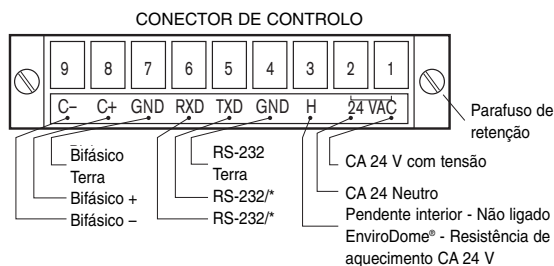

Figura 1
4.3.7. Ligue o conector de 9 pinos, tal como é indicado na FIGURA 1.
\*Se o interruptor deslizante interno (consulte a FIGURA 1, à esquerda), estiver configurado para a operação de RS-485, o RXD funciona como DADOS (+) e o TXD como DADOS (-).